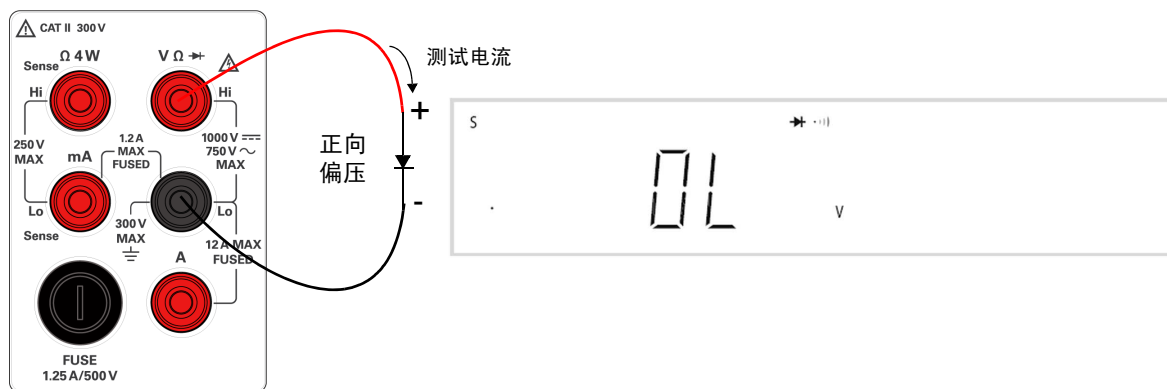

图 2-8 正向偏压二极管 / 持续性测试端子连接和显示
- 2 按图 2-8 所示，将红色和黑色测试引线连接到输入端子。
- 3 将红色测试引线 with 二极管的正端子（正极）连接，将黑色测试引线 with 负端子（负极）连接。请参阅图 2-8。